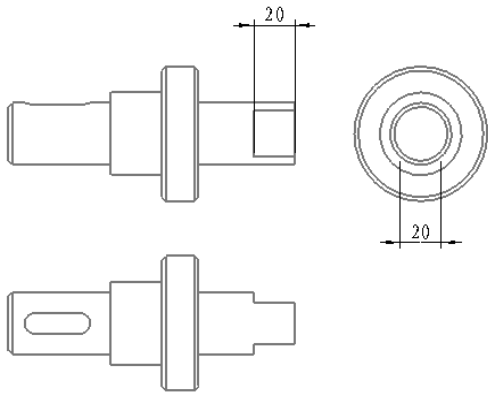

图 5.2.69 显示尺寸 (一)
Step4. 在模型树中展开 **SHAFT.PRT**, 选取特征 **拉伸 1** 右击, 系统弹出图 5.2.68 所示的快捷菜单,在快捷菜单中选择 **显示模型注释** 命令,则在主视图和左视图中显示特征 **拉伸 1** 的尺寸,如图 5.2.69 所示。